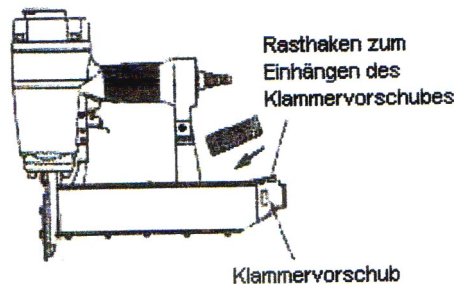

Bild 3
1. Ziehen Sie den Klammervorschub bis zum Anschlag heraus und hängen Sie diesen am Rasthaken ein (Bild 3).